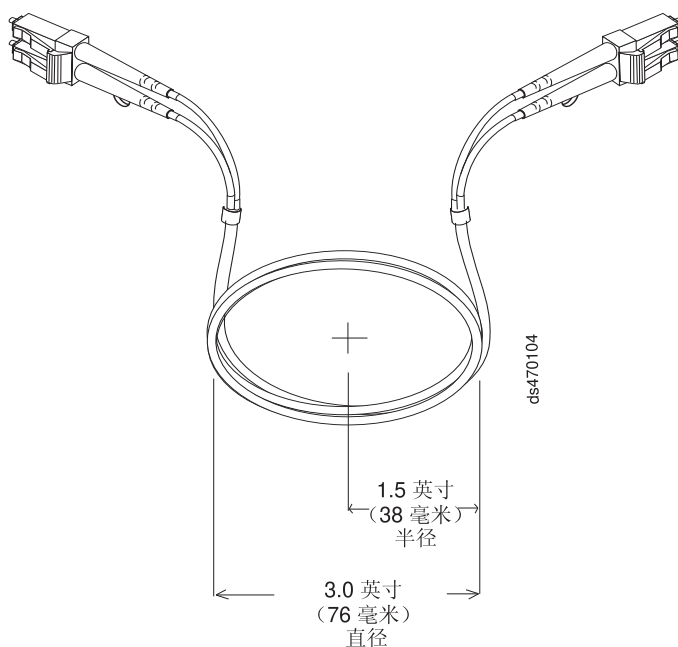

图 19. 建议的光缆弯曲和环路规格
- 在存放过长或未使用的光缆时，请勿将光缆弯曲到直径小于 76 毫米（3 英寸）或半径小于 38 毫米（1.5 英寸），也不要让光缆卷在一起。请参阅第 34 页的图 19。